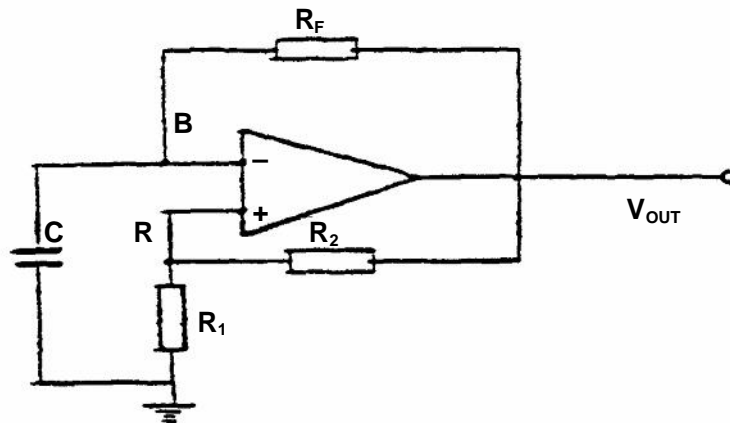

Figure 10.1
- 10.1.1 Identify the circuit in **Figure 10.1**. (1)